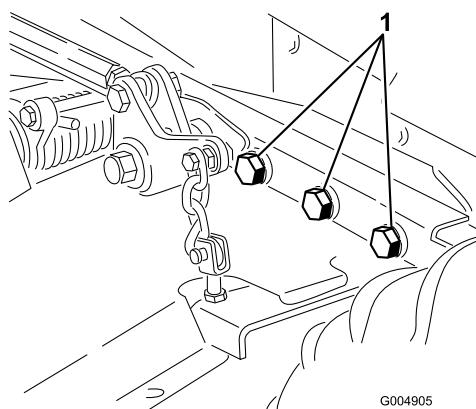

図 79
4. ボルトナット類にゆるみがいか点検し、必要な締め付けを行う。ボルトナット類にゆるみがいか点検し、必要な締め付けを行う。特に、芝刈りデッキのフレームをトラクションユニットに固定している6本のボルト(図 79)は265 ft-lb (359 N·m=36.6 kg·m) にトルク締めする。